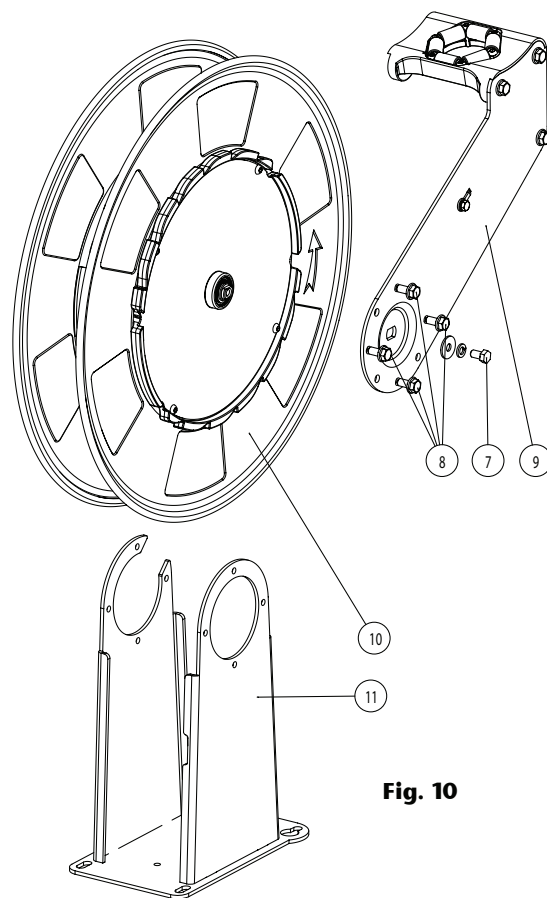

Fig. 10
6. Remova o braço (9) (fig. 10) desapertando o parafuso (7) (fig. 10). O carretel será desconectado do quadro. Em seguida, afrouxe os parafusos (8) (fig. 10) e remova o braço.